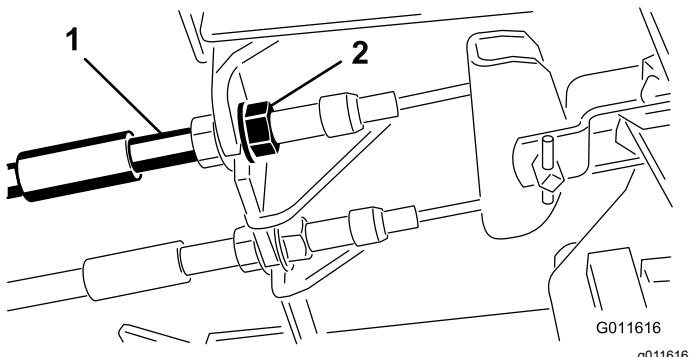

Bild 87
- Ziehen Sie zum Reduzieren des Spiels der Bremspedale die Bremsen fester – lockern Sie dazu die vordere Mutter am Gewindeende des Bremszugs (Bild 87).